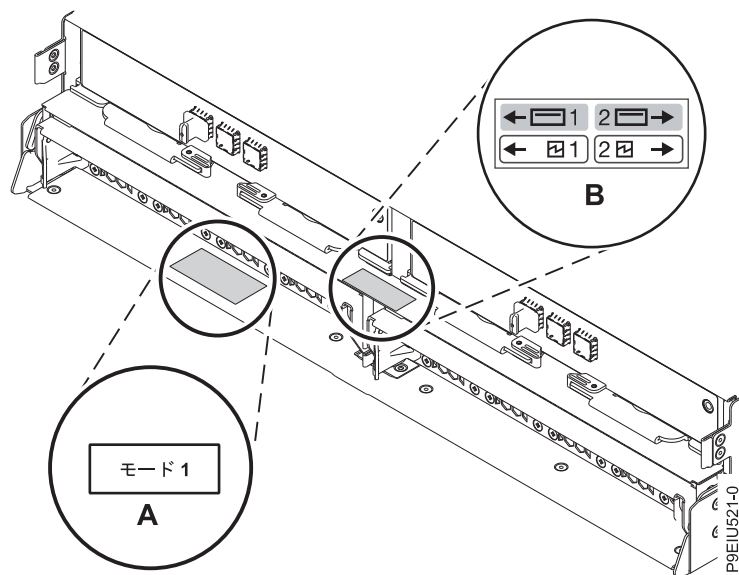

図 12. ESLL ストレージ・エンクロージャーまたは ESLS ストレージ・エンクロージャーの背面のモード・ステッカーの位置
2. エンクロージャーの背面のステッカーに印刷されている情報を使用して、工場出荷時に設定されたエンクロージャーのモードを確認します。ステッカーは、シャーシ **(A)** の下方左側のシェルフ、およびエンクロージャー・サービス・マネージャー・モジュール **(B)** の間にある中央の支えに貼られています。ステッカーは、エンクロージャーがモード 1、モード 2、またはモード 4のいずれに設定されているかを示しています。詳しくは、図 12を参照してください。